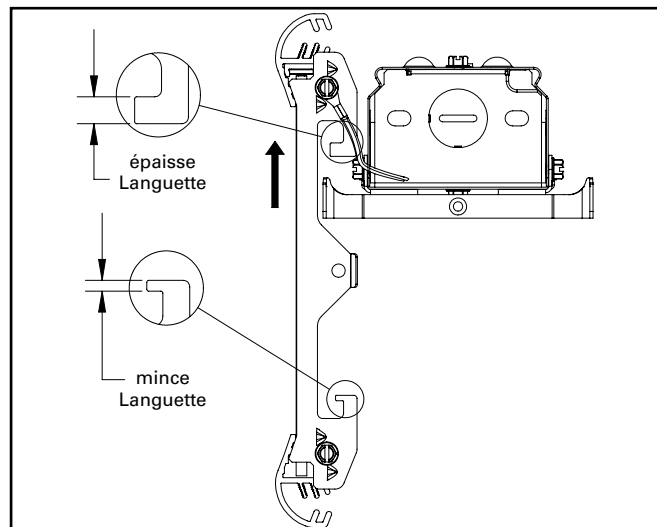

Figure 5.1.
- A. Maintenez l'assemblage du guide d'ondes à la verticale; assurez-vous que l'extrémité de la languette épaisse est au-dessus du support de la charnière du boîtier (figure 5.1).